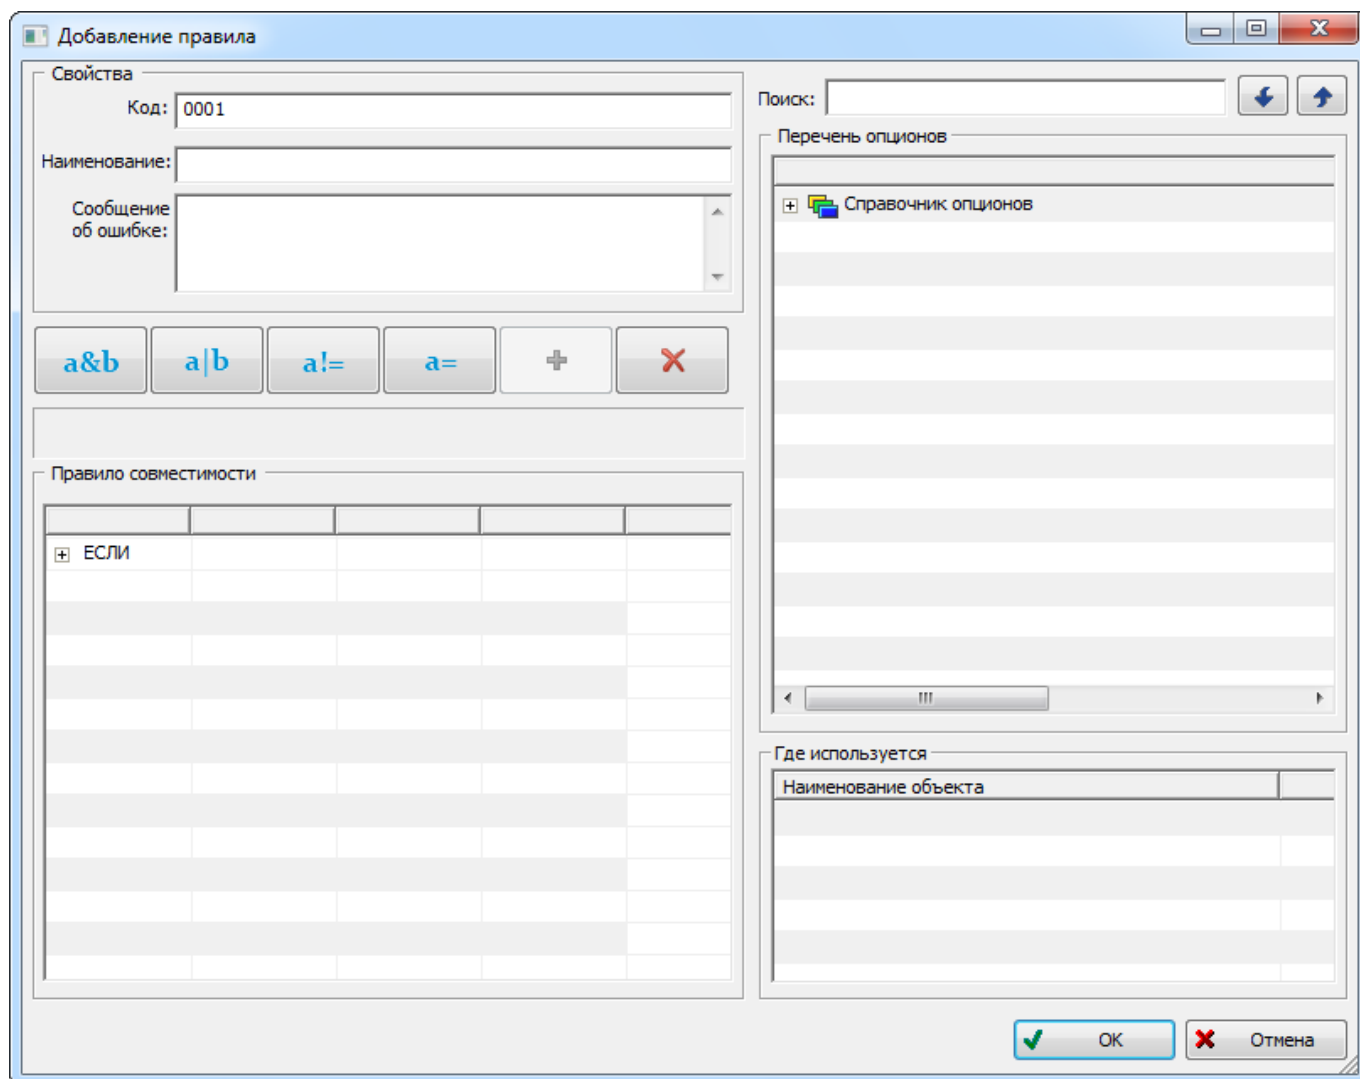

Рис. 13-50 – Редактор правил совместимости опционов
- 2) На панели инструментов правого окна редактора конфигурационных базисов нажать кнопку «Создать новое». После этого появится диалоговое окно «Добавление правила» (рис. 13-50).
- 2) На панели инструментов правого окна нажать кнопку «Создать новое», чтобы открыть окно редактора правил совместимости (рис. 13-50).